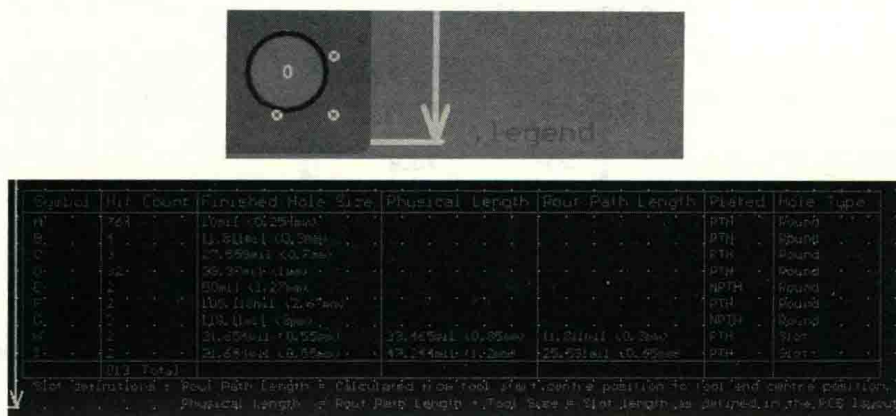

图 10-45 “.legend” 字符的放置和输出
- 在 PCB 设计阶段，通常在 PCB 的右下角“Drill Drawing”层放置“.legend”字符，在输出 Gerber 文件之后，会很详细地看到钻孔的属性及数量等信息，如图 10-45 所示。